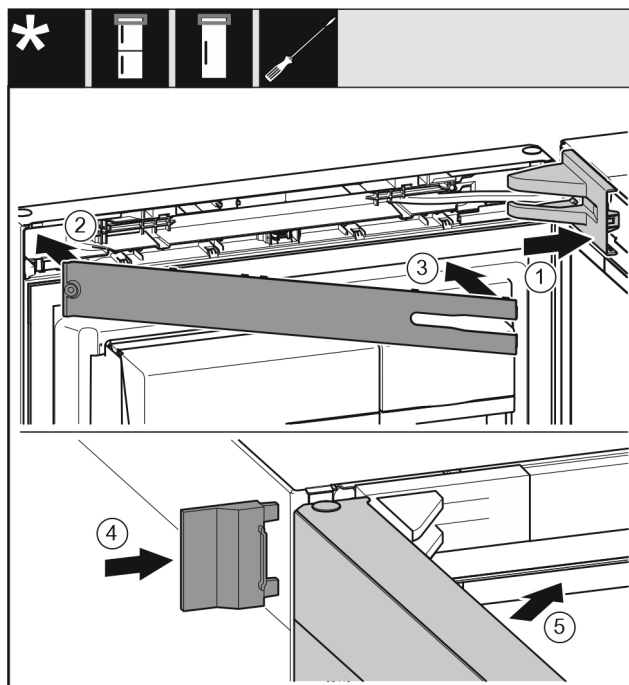

Fig. 26
- ▶ Mettre en place le cache du support de palier Fig. 26 (1) et l'enclencher. Au besoin, l'écarter avec précaution.
- ▶ Poser le cache Fig. 26 (2).
- ▶ Faire pivoter le cache Fig. 26 (3) et l'enclencher.
- ▶ Insérer le cache extérieur Fig. 26 (4).
- ▶ Fermer la porte supérieure Fig. 26 (5).